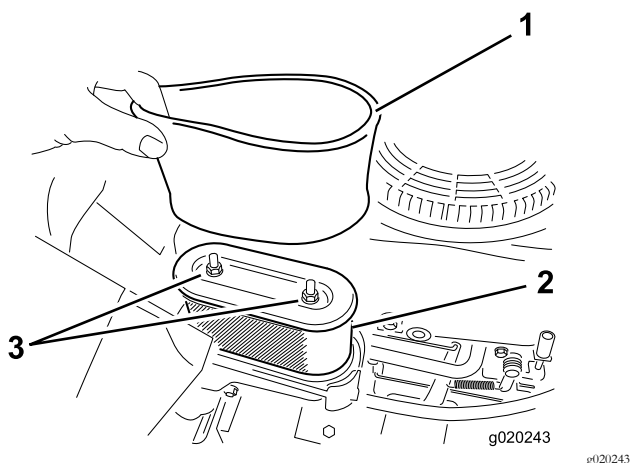

Figura 28
4. Retire cuidadosamente los elementos de gomaespuma y papel de la carcasa del limpiador de aire (Figura 28).
1. Instale el filtro de gomaespuma sobre el filtro de papel (Figura 28).